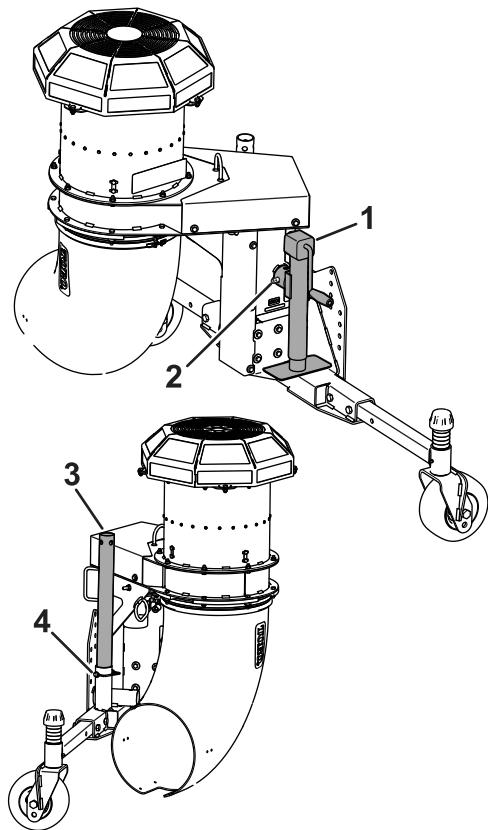

図 6
- ジャッキスタンドのチューブを保管チューブに固定しているスナップピンを外す図6。保管位置からジャッキアセンブリを外す。